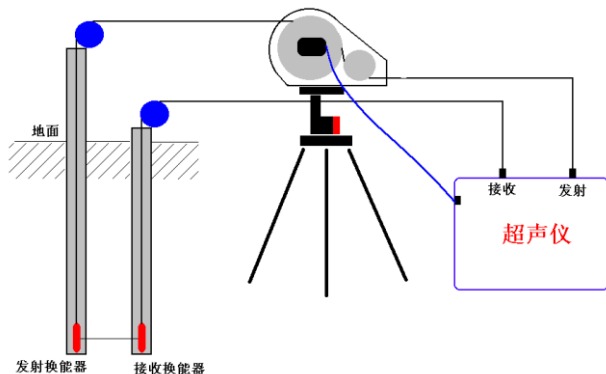

图 5.1 测桩系统连接示意图
- 4) 检查各换能器的连接是否正确，匀速将收、发换能器分别下放到声测管管底第一个测点位置。本测桩系统要求所有的剖面都从桩底向桩头方向测试。如图 5.1 所示。